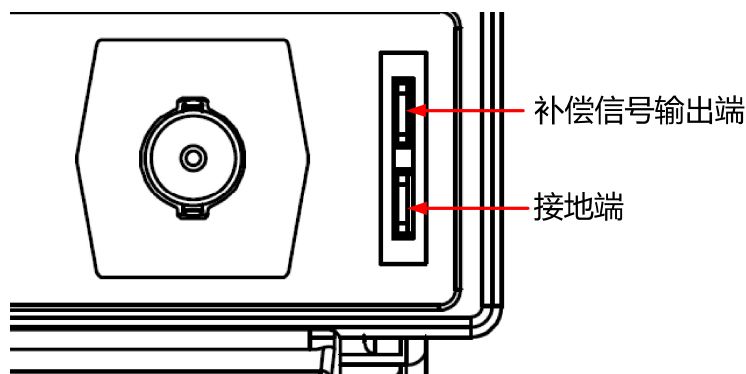

图 5.5 补偿信号
2. 将探头的接地鳄鱼夹连接至 图 5.5 所示的“接地端”。
3. 使用探头连接示波器的通道 1（CH1）输入端和 图 5.5 所示的“补偿信号输出端”。